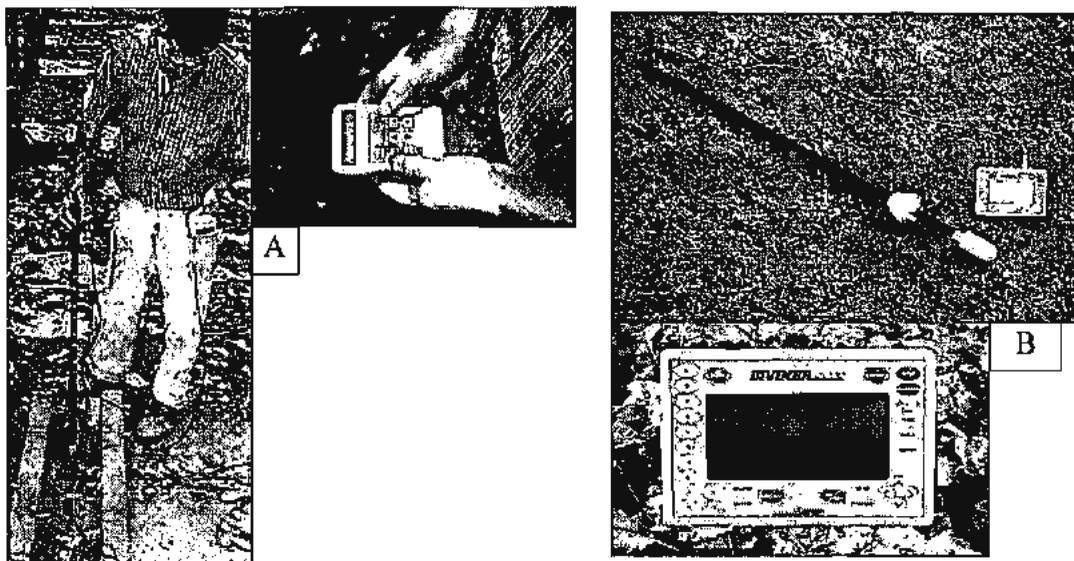

Figura 17. Sondas capacitivas. A) Delta-T PR1 y B) Deviner 2000.
- Sondass capacitivas (Figura 17)